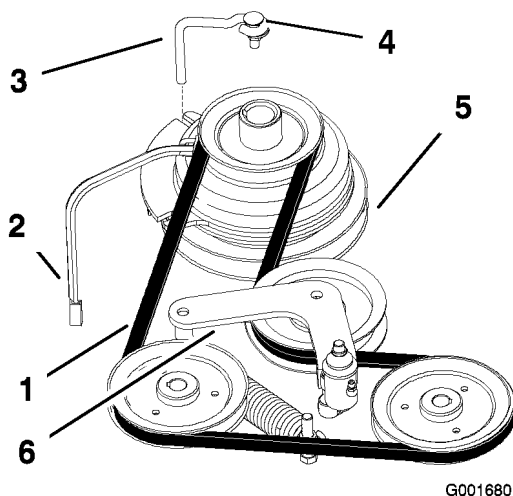

Figure 47
2. Retirez le boulon de la butée d'embrayage et débranchez le fil de l'embrayage électrique (Figure 47).
4. Retirez la courroie de transmission des poulies du moteur et des pompes hydrauliques (Figure 47).
5. Montez la courroie neuve sur les poulies du moteur et des pompes hydrauliques (Figure 47).
7. Relâchez la pression sur la poulie rappelée par ressort (Figure 47).